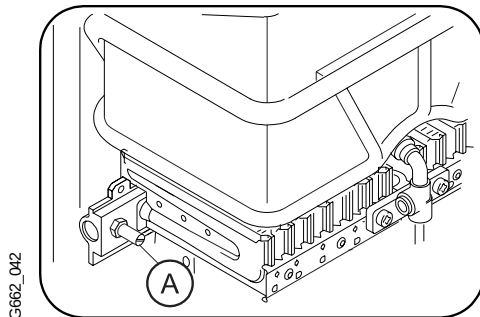

Fig. 6
Soltar el tornillo de la toma de presión (A) del quemador (Fig. 6) y conectar el manómetro. Abrir la llave del gas y poner el aparato en funcionamiento con el selector de potencia en el máximo (a la derecha).